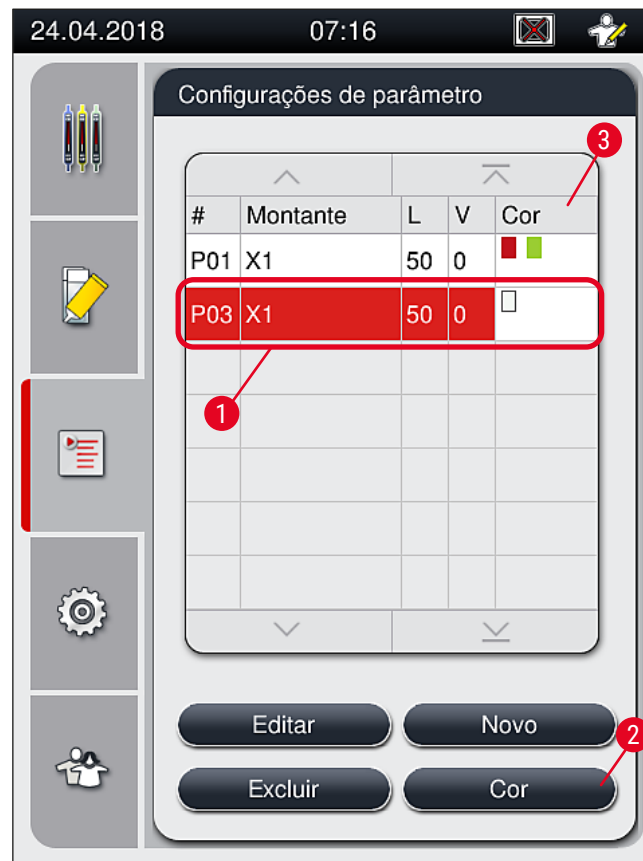

Fig. 44
1. No menu de configuração de parâmetro (→ Fig. 44), toque na entrada correspondente para selecionar a configuração de parâmetro na qual é possível atribuir uma cor do manuseio do rack (→ Fig. 44-1).